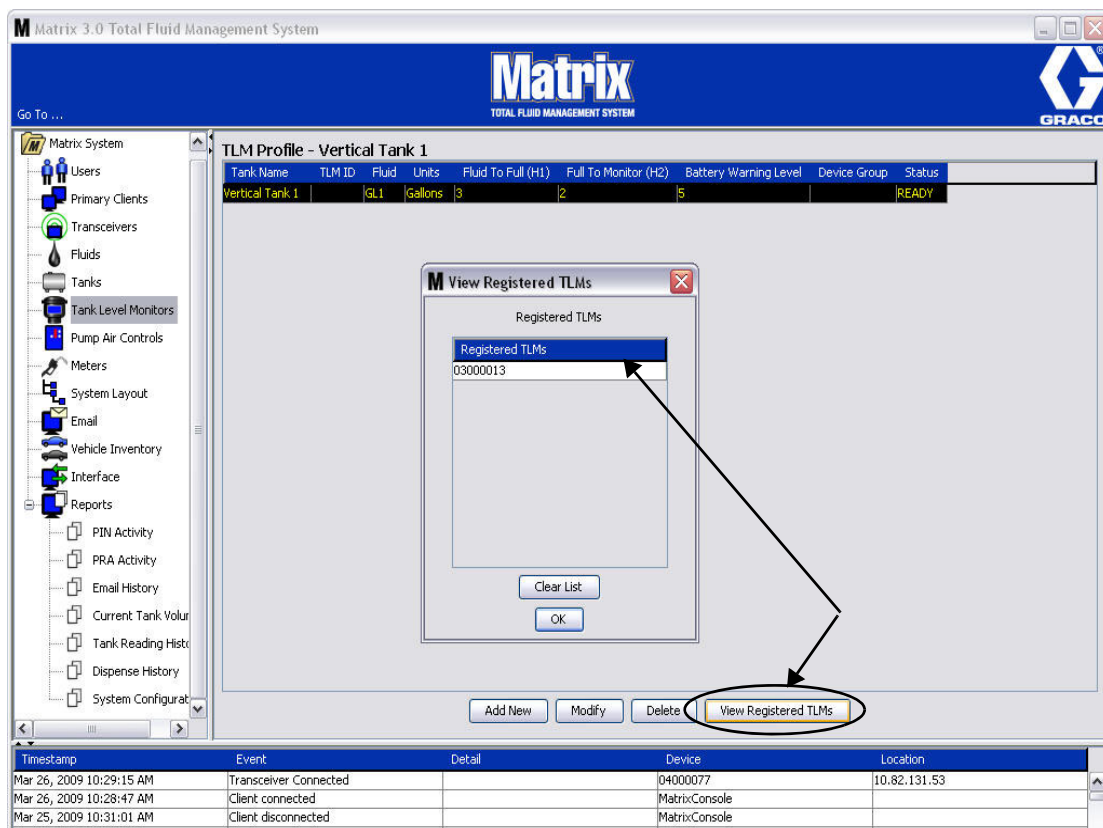

FIG. 110
- De knop Lijst leegmaken verwijdert alle geregistreeerde TLM's uit het systeem (FIG. 110). Deze TLM's moeten opnieuw geregistreeerd worden op de Matrix-pc. Raadpleeg de TLM-handleiding voor complete instructies over registratie.